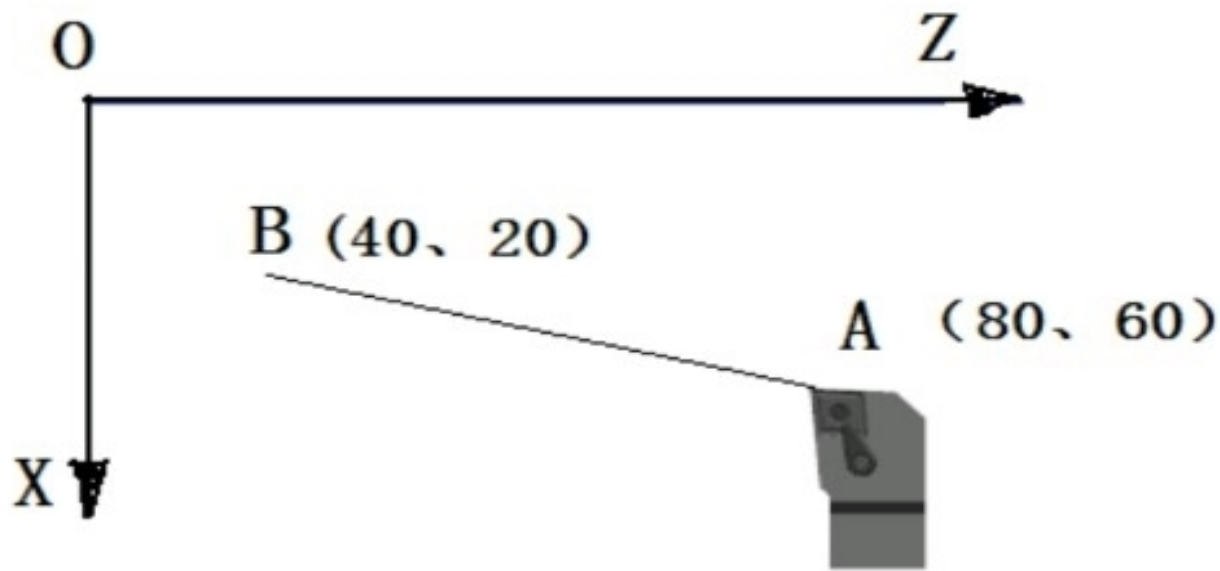

图 4-2 G01 轨迹示意图
- 其中F是切削进给率或进给速度，单位为mm/r或mm/min，即每转进给量和每分钟进给量。选用何种进给量取决于该指令前面的设置。使用G01指令时可以采用绝对坐标编程，也可采用相对坐标编程。当采用绝对坐标编程时，数控系统在接受G01指令后，刀具将移至坐标值为X、Z的点上如图4-2；当采用相对坐标编程时，刀具移至距当前点的距离为U、W值的点上。